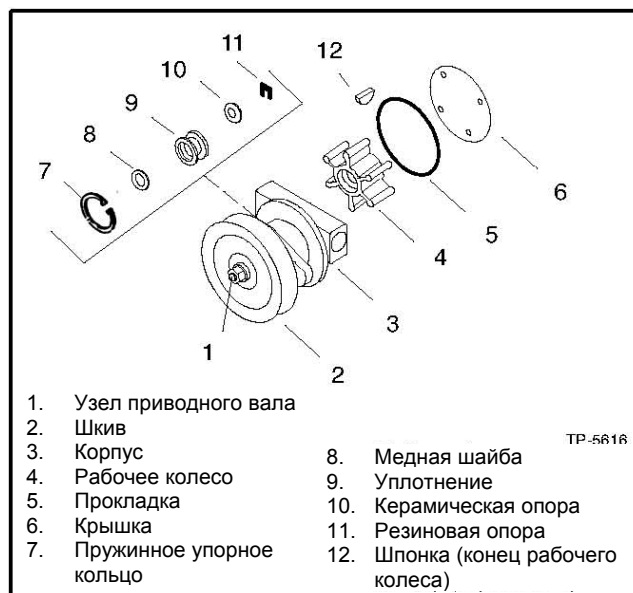

Рисунок 5-3 Насос морской воды, стандартный
2. Снимите крышку насоса морской воды. См. Рисунок 5-3.